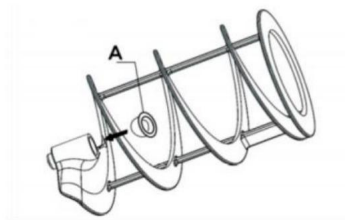

Fig.12
Placez le joint (A) sur l'agitateur. Voir Fig.12